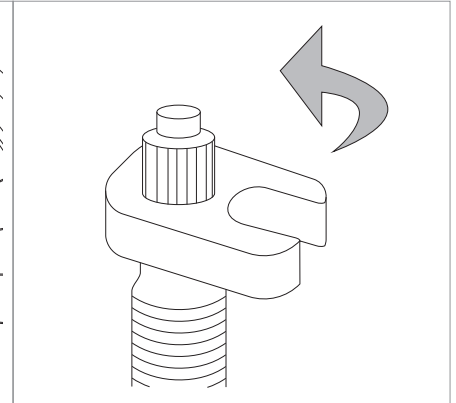

Fig.18
- Si on a la possibilité d'insérer le liquide avec une seringue: démonter la partie centrale de la valve au moyen de l'outil prévu à cet effet, introduire la quantité prescrite par le fabricant du liquide et ré-installer la partie centrale de la valve (Fig. 18).